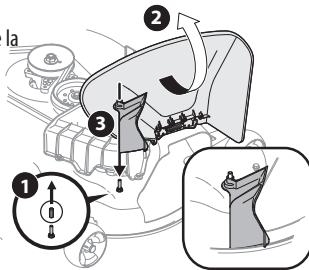

Figura 24
2. Extraiga el tapón protector de goma del pasador de plataforma (1) en la Figura 24.
3. Levante el canal de descarga (2) en la Figura 24) de la plataforma y sosténgalo mientras instala el adaptador del canal de la bolsa (3) sobre la plataforma, como se ilustra en la Figura 24.